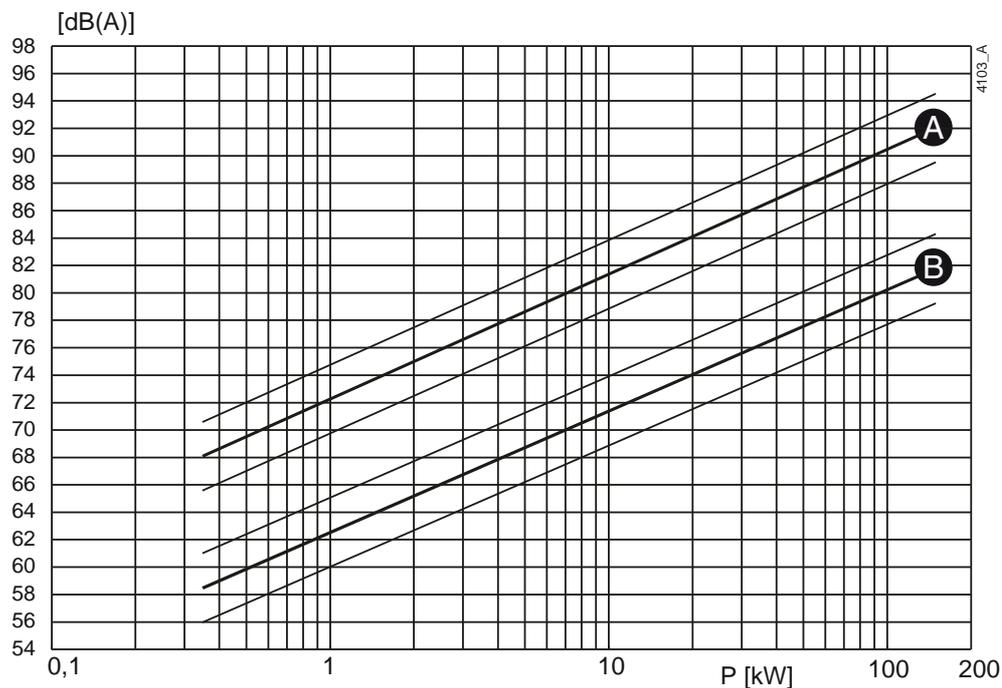
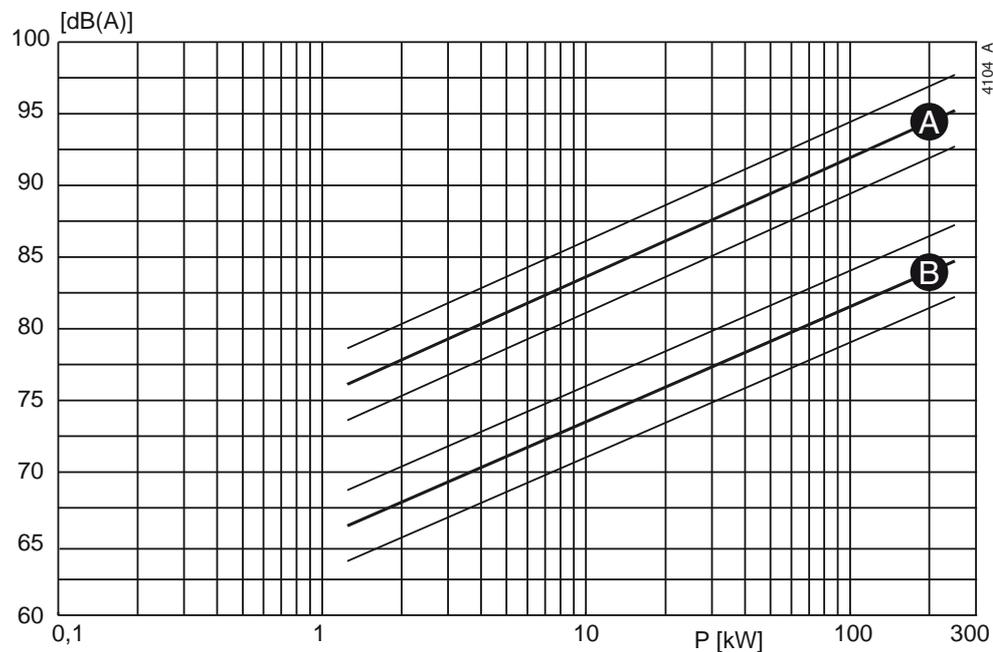

Abbildung 51: Schall als Funktion der Pumpenleistung [kW] bei 1450 min^{-1}
Abbildung 52: Schall als Funktion der Pumpenleistung [kW] bei 2900 min^{-1}
- 1 Um den Schallpegel (L_1) der Pumpe zu bestimmen, siehe Abbildung 51 oder Abbildung 52.